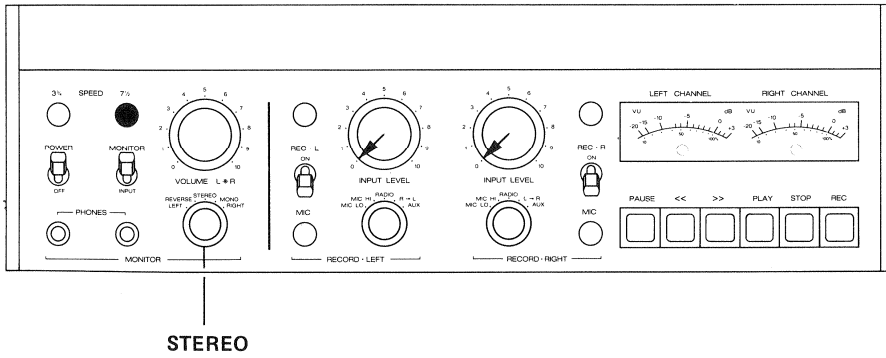

Fig. 6.4.—5
- Connect audio generator to both AUX INPUTS (48) in parallel.
- Connect audio millivoltmeter to OUTPUT (51).
- Effectuez les commutations selon la fig. 6.4.-3.
- Raccordez un générateur BF aux entrées AUX INPUT (48).
- Branchez un millivoltmètre à la sortie OUTPUT (51).
- Bedienungselemente nach Fig. 6.4.—5 einstellen.
- NF-Millivoltmeter an Ausgang (51) OUTPUT L anschliessen.
- Wiedergabetaste PLAY drücken und an Justierschraube (P) auf Ausgangsspannungs-Maximum einstellen.
- NF-Millivoltmeter an Ausgang (51) OUTPUT L + R parallel anschliessen.
- Testband auf Spaltjustierteil (10 kHz) auf Wiedergabe starten und mit Justierschraube (P) auf Ausgangsspannungs-Maximum (scharf) einstellen.